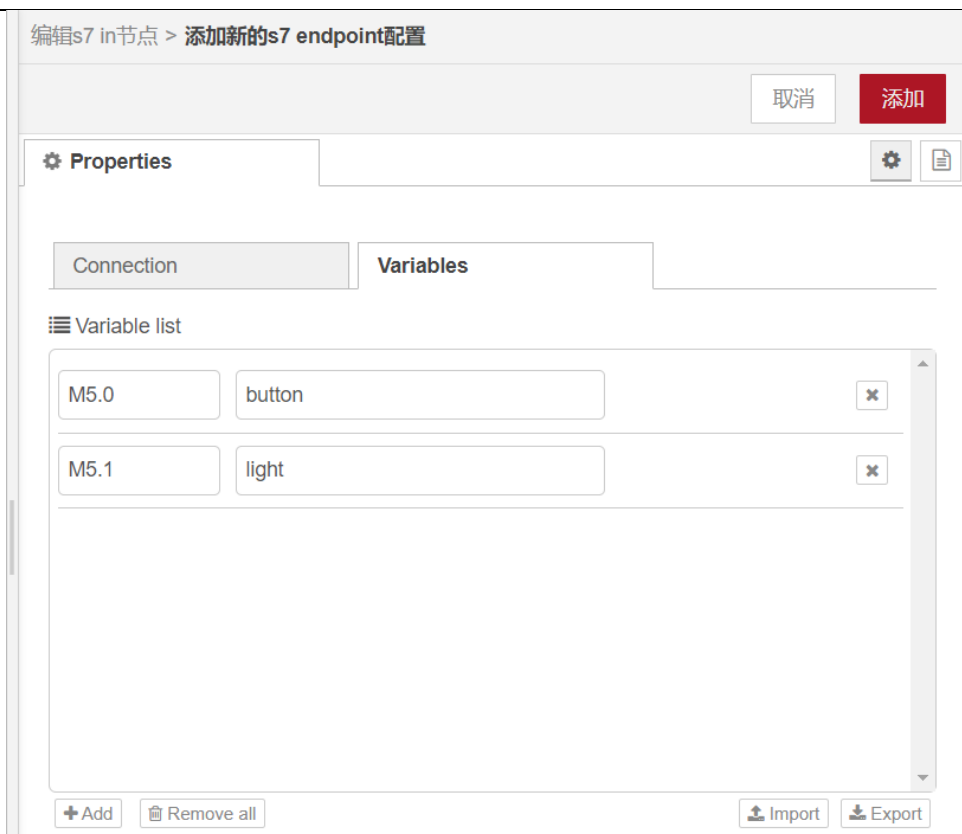

图1-29 编辑 S7 in 节点
(11) 根据需要添加变量, 按钮和指示灯的 PLC 地址为 M5.0 和 M5.1 (对于M区寄存器来说M0.0可以写成M0.0, MW2的int变量可以写成MI2, MD4的浮点型变量可以写MR4, 其他类型的变量可以参考帮助文档), 点击“Add”可插入新的变量行, 完成后点击添加。如图 1-29 所示。